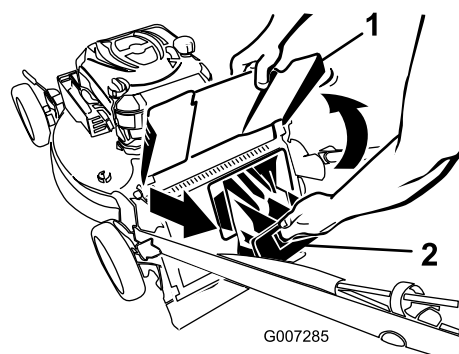

Рисунок 21
2. Поднимите и удерживайте в верхнем положении отражатель выброса (Рисунок 21).
3. Вытяните на себя заднюю выпускную пробку (Рисунок 21).